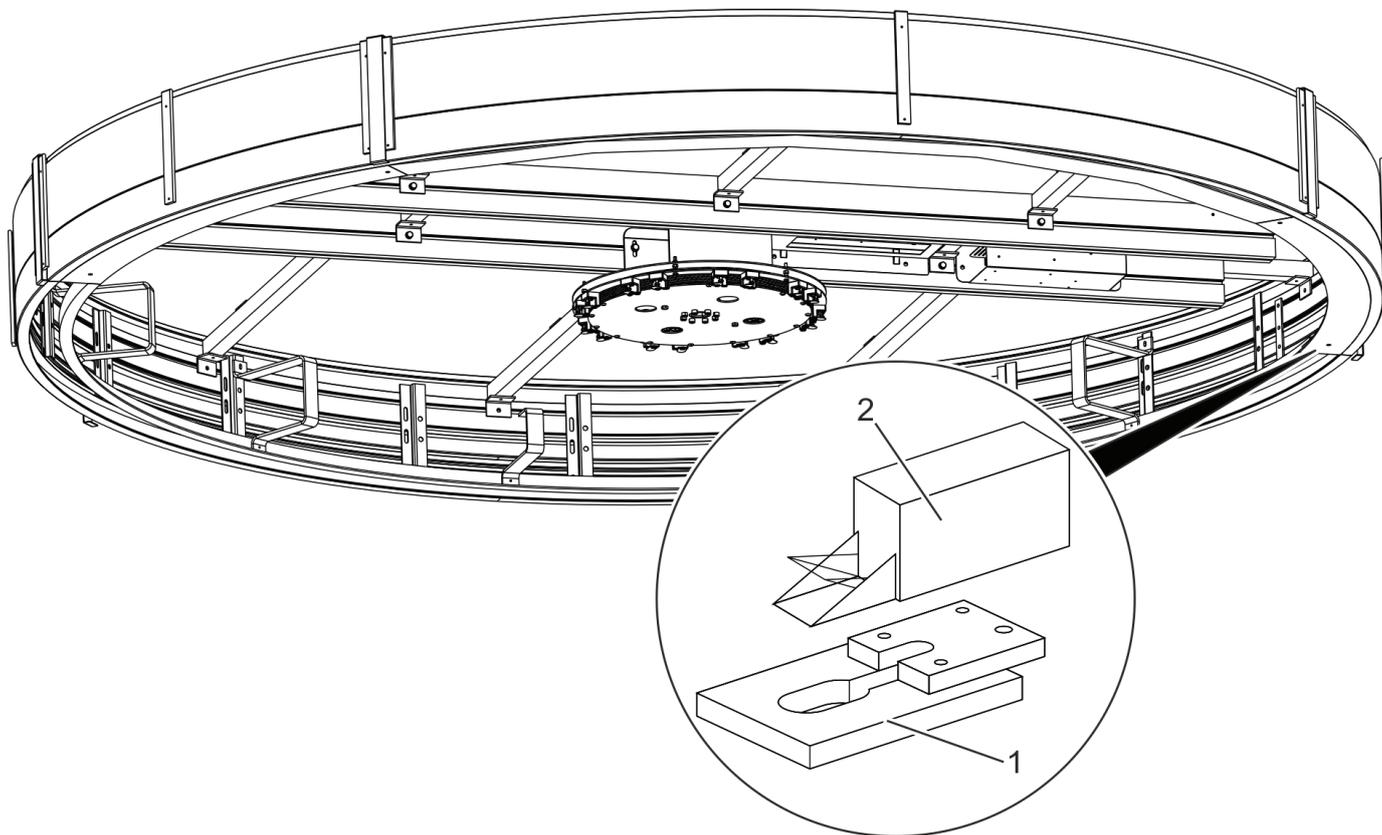

Рис. 99 Установка блокировочного устройства со штангой
1. Установить запорную планку (рис. 99/1) на нижнюю сторону кольца на нижней части потолка.
2. Ввернуть болты (рис. 99/2) в нижнюю сторону запорной планки (рис. 99/1).